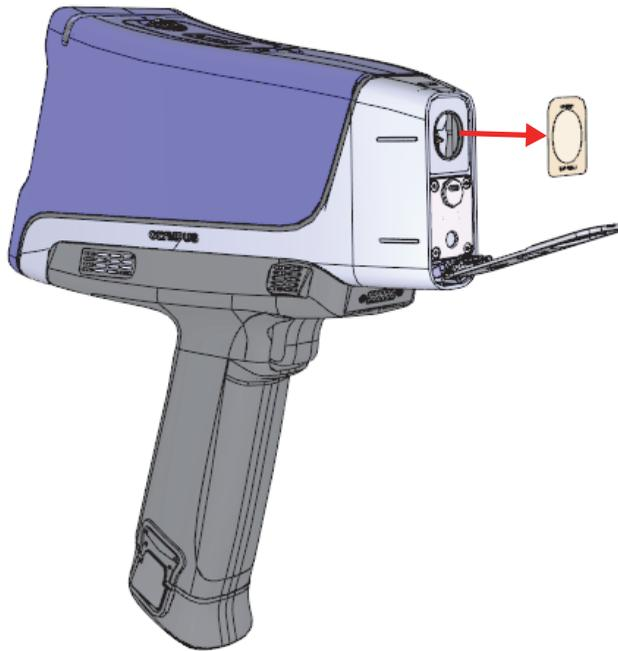

Figura 4-5 Rimozione della pellicola dall'apertura di analisi
5. Rimuovere la pellicola dell'apertura di analisi installata come illustrato nella Figura 4-5 a pagina 94.